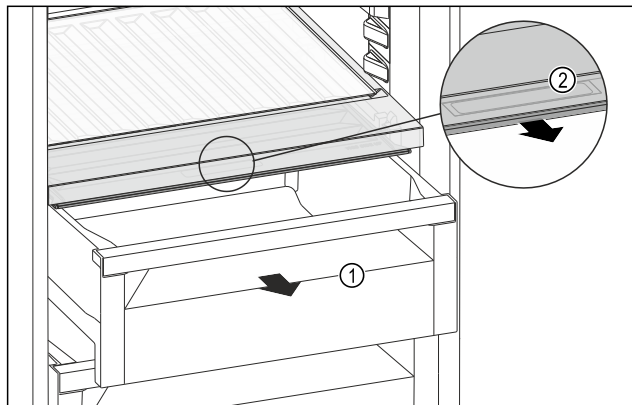

Fig. 107
- ▶ Træk skuffen Fig. 107 (1) ud.
- ▶ Tag fat i grebsforsænkningen Fig. 107 (2) i bokslåget, og træk samtidigt bokslåget frem.